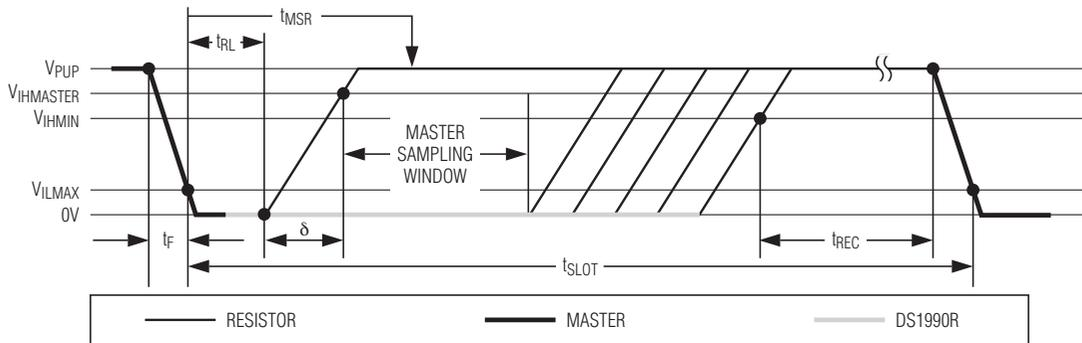

図7. 読取り/書込みのタイミング図
- Note 14:** ϵ in Figure 7 represents the time required for the pullup circuitry to pull the voltage on IO up from V_{IL} to V_{IH} . The actual maximum duration for the master to pull the line low is $t_{W1LMAX} + t_F - \epsilon$ and $t_{W0LMAX} + t_F - \epsilon$, respectively.
- Note 15:** δ in Figure 7 represents the time required for the pullup circuitry to pull the voltage on IO up from V_{IL} to the input-high threshold of the bus master. The actual maximum duration for the master to pull the line low is $t_{RLMAX} + t_F$.
DS1990Rとのデータ通信は、各々が単一ビットを送信するタイムスロットで行われます。書込みタイムスロットは、データをバスマスターからスレーブに転送します。読取りタイムスロットは、データをスレーブからマスターに転送します。書込みおよび読取りタイムスロットの定義を図7に示します。